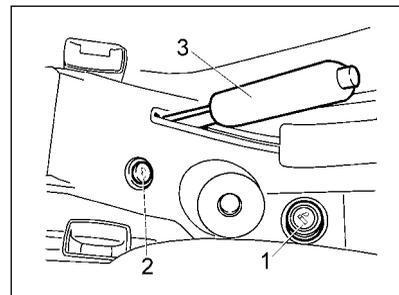
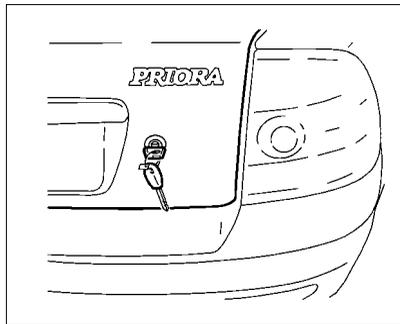

Рис. 23. Прикуриватель
Рис. 27. Открывание багажника
**Прикуриватель** 1 (рис. 23) работает при включенном зажигании. Для использования прикуривателя нажмите на кнопку подвижной части до ее фиксированного положения в патроне. Примерно через 20 секунд подвижная часть автоматически возвращается в исходное положение и готова к применению по назначению.
Выключатель привода замка багажника 2 (рис. 23). Для отпирания замка нажмите на кнопку выключателя. После отпускания руки кнопка возвращается в исходное положение.
Замок крышки багажника открывается кнопкой  на пульте дистанционного управления или поворотом по часовой стрелке ключа в замке (рис. 27), или из салона выключателем 2 (см. рис. 23). При открывании крышки багажник освещается плафоном, если включены габаритные огни.
**22 – прикуриватель** (работает при включенном зажигании). Для пользования нажмите на рукоятку подвижной части до фиксированного положения. Примерно через 20 - 27 секунд подвижная часть автоматически возвращается в исходное положение, прикуриватель готов к применению (см. рис. 23).
**нии).** Для отпирания замка нажмите на кнопку (см. рис. 23).